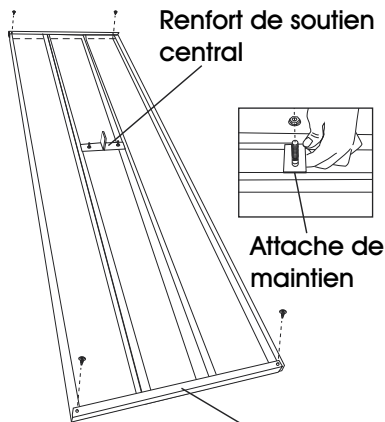

Figure 1
1. Placez trois planches en aluminium côte à côte, à l'envers, sur une surface plane pour former le dessus de table. Installez les embouts en métal à chaque extrémité. Un seul embout couvre les trois planches. Les trous prépercés des embouts doivent être orientés vers le haut. Utilisez la perceuse électrique et deux vis autotaraudeuses pour fixer chaque embout en métal à chaque extrémité du dessus de table. Fixez lâchement le renfort de soutien central au centre de la planche du milieu du dessus de table à l'aide de deux attaches de maintien, deux écrous à embase de 5/16 po et deux boulons de carrosserie de 5/16 po. (Voir Figure 1)